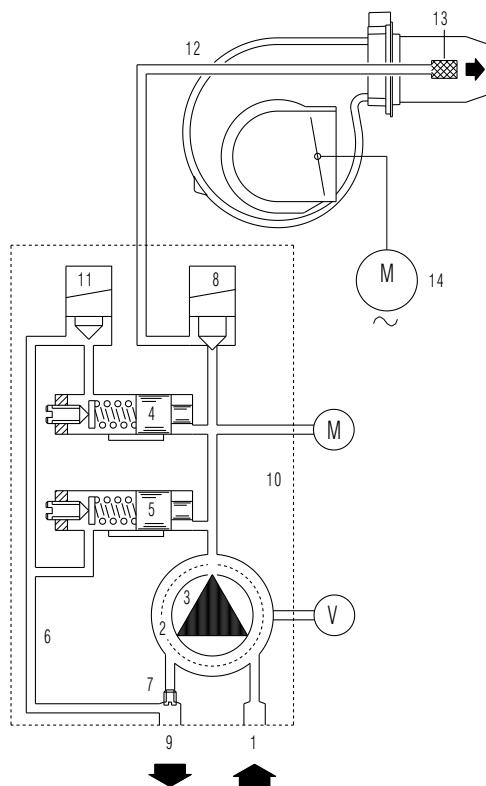

Fig. 19
- en este caso, el tornillo 7) no debe retirarse (véase el diagrama Fig. 19): by-pass dentro de la bomba cerrado.
- Retirar el tornillo 7), (Fig. 19), al cual puede accederse desde el racor de retorno: by-pass dentro de la bomba abierto.
Las bombas cuentan con un by-pass que conecta la tubería de retorno con la de aspiración (Fig. 19). Están instaladas en el quemador con el by-pass cerrado por el tornillo 7)(Fig. 19).